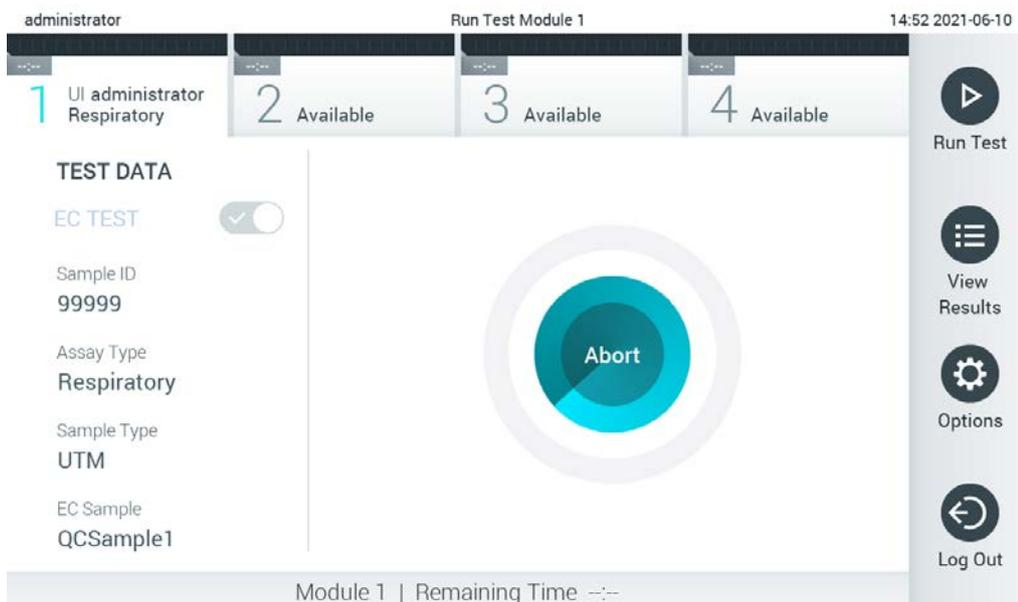

Figure 94. Exécution du test et temps d'analyse restant.
10. Lorsqu'il détectera la cartouche de dosage QIAstat-Dx, le QIAstat-Dx Analyzer 1.0 fermera automatiquement le couvercle du port d'insertion de la cartouche et lancera le test. Aucune autre action de l'opérateur n'est requise. Pendant le test, le temps d'analyse restant s'affiche sur l'écran tactile (figure 94, page suivante).